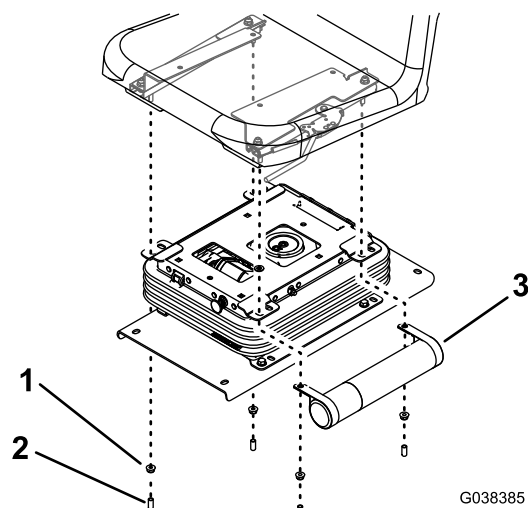

図7
7. 左右のシートアジャスタとマニュアル保管チューブサスペンションに取り付けるナット4個とキャップ4個を使用する 図7。